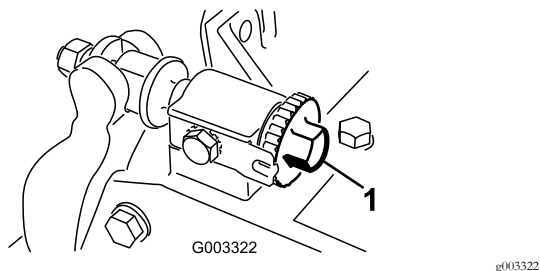

图23
1. 逆时针旋转底刀调节旋钮 图23 松开滚刀与底刀的接触直至不再有接触。